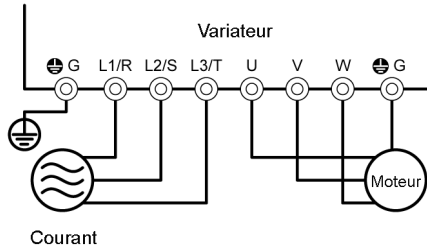

Figure 4.1 Connexion des bornes du circuit principal
- (1) Vérifiez que le câblage est correct.
Notamment, vérifiez que le câblage aux bornes d'alimentation du variateur L1/R, L2/S et L3/T et aux bornes de sortie U, V, et W. Vérifiez également que les câbles de mise à terre sont correctement connectés aux bornes de mis à terre (G). Voir Figure 4.1.
- (2) Vérifiez que les bornes de circuit de commande et les bornes de circuit principal pour les courts-circuits ou les défauts de mise à terre.
- (3) Vérifiez que les bornes, les connecteurs et les vis ne sont pas desserrés.
- (4) Vérifiez que le moteur est désaccouplé de l'équipement mécanique.
- (5) Assurez-vous que tous les commutateurs de dispositifs connectés au variateur sont éteints (ARRÊT). La mise en marche du variateur avec l'un de ces commutateurs sur MARCHÉ peut provoquer un fonctionnement accidentel du moteur.
- (6) Vérifiez que les mesures de sécurité ont été prises contre un emballement de l'équipement, par exemple, une interdiction d'accès à l'équipement.